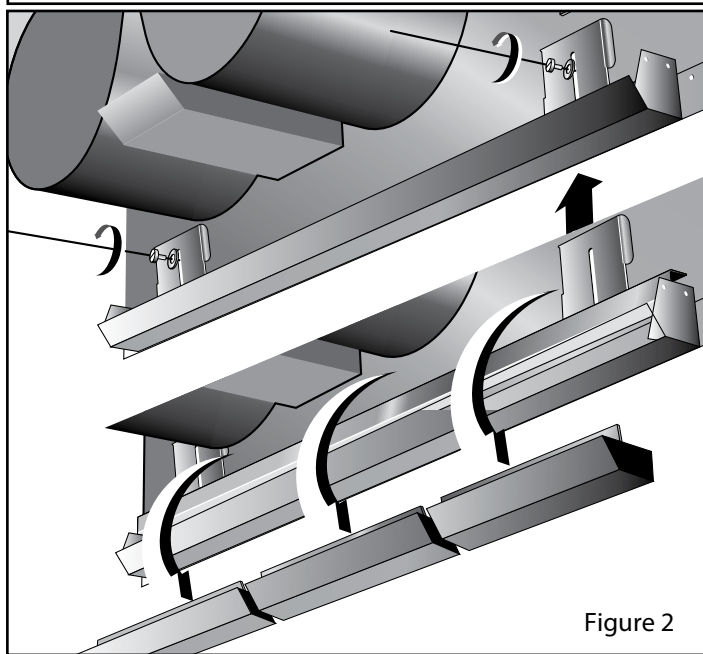

Figure 2
- Dévissez les molettes qui retiennent les languettes de maintien des grilles d'écoulement. **Figure 2.**
- Tenez fermement la grille d'écoulement et soulevez-le délicatement pour le sortir de son rail. **Figure 2.**